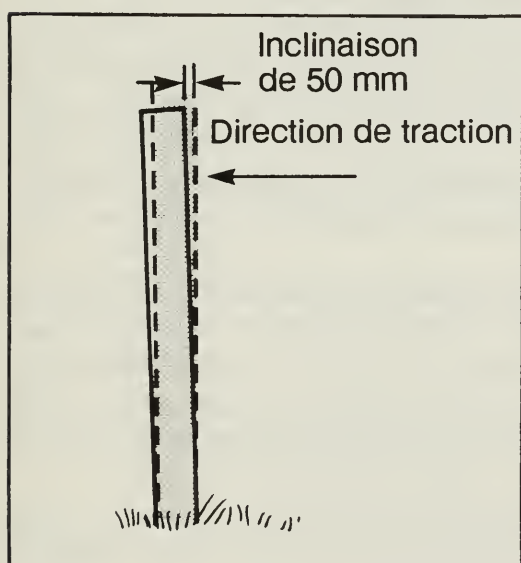

Fig. 18 Position appropriée des poteaux d'extrémité.
1. Choisir un poteau droit de 244 cm de longueur et de diamètre approprié. Marquer l'emplacement exact où il doit être installé et creuser à la tarière un trou de guidage de 90 cm de profondeur et de plus petit diamètre que le poteau. (Le trou doit être creusé de façon que le sommet du poteau soit incliné d'environ 50 mm par rapport à la verticale dans le sens opposé à la direction de traction des fils (fig. 18)). Dans certains sols, les poteaux peuvent être enfoncés sans qu'il soit nécessaire de prévoir des trous de guidage.